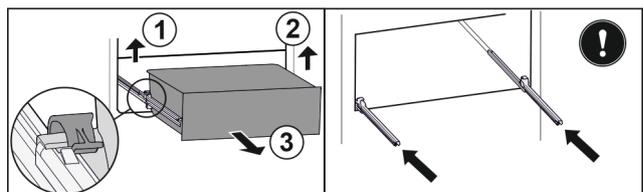

Fig. 131
- ▶ Linke Klemme anheben und gleichzeitig Schubfach links nach vorne ziehen. *Fig. 131 (1)*
- ▶ Rechte Klemme anheben und gleichzeitig Schubfach rechts nach vorne ziehen. *Fig. 131 (2)*
- ▶ Schubfach nach vorne entnehmen. Fig. 131 (3)